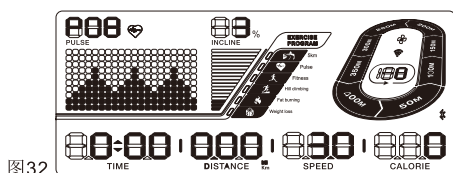

图32
2. 连续按下面板上TrainingProg键,直至屏幕上出现P08字样。(图32所示)。